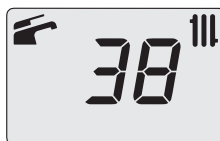

Рисунок 2.1
- Крани котла та крани, що використовуються під час встановлення, повинні бути відкриті (Рисунок 2.1).